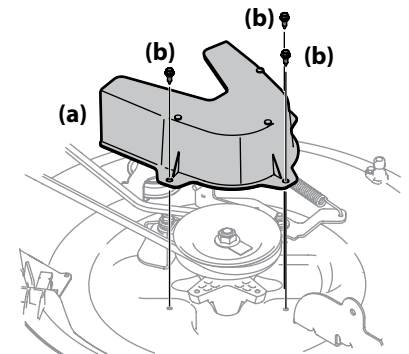
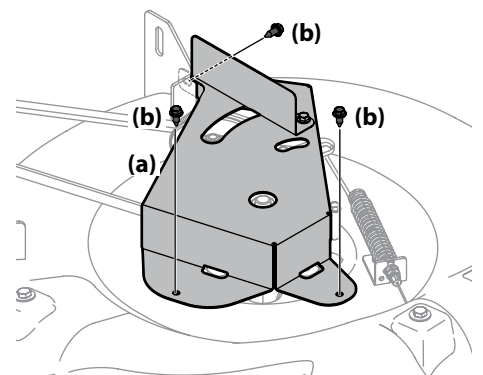

Figura 4-11
Figura 4-12
5. Extraiga la cubierta de la correa de la plataforma (a), para lo cual deberá retirar los tres pernos hexagonales (b) que la sujetan. Consulte la Figura 4-11 para plataformas de 30" y la Figura 4-12 para plataformas de 24".